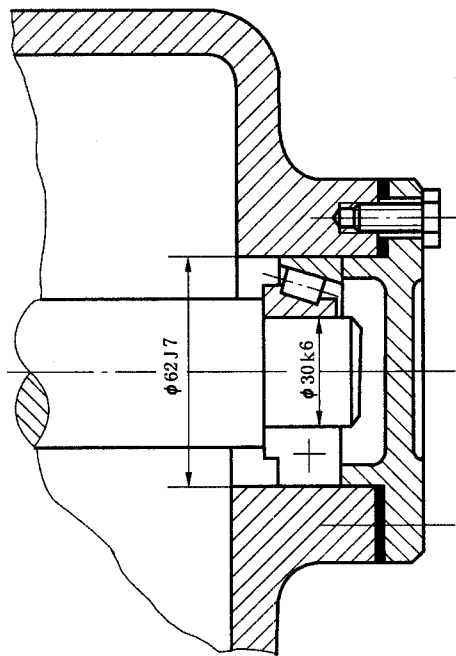

图 21 标准件、外购件的配合要求的注法
5.3 标注与标准件配合的零件(轴或孔)的配合要求时,可以仅标注该零件的公差带代号(图 21)。